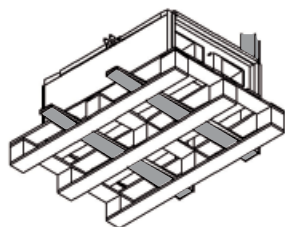

Рис. 4:
- В случае перемещения на вилочном погрузчике изделие должно опираться основанием на вилы погрузчика или на поддон, при этом центр тяжести изделия должен находиться внутривил (см. рис. 4).